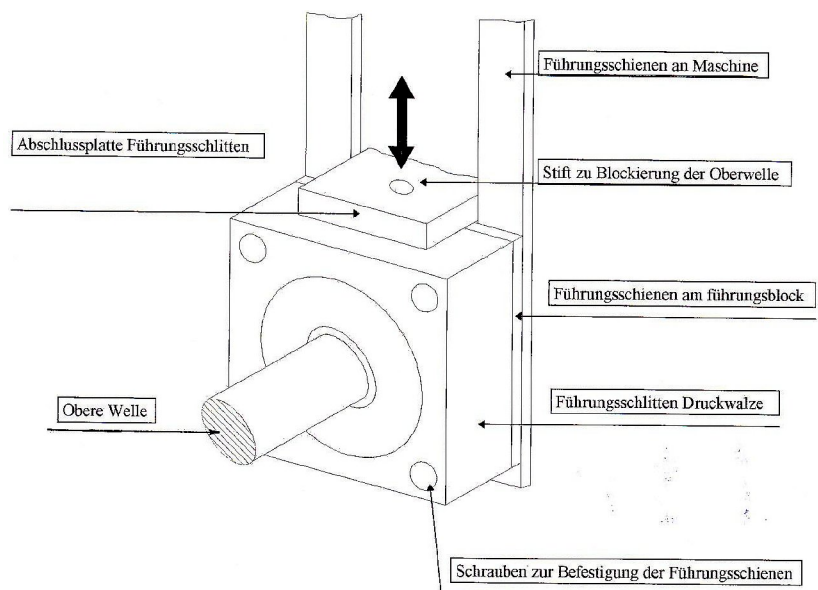

Abb. 14: Montage der Rollen
Schritt 1: Den Stift mit einem Schraubenzieher eindrücken (Pfeil, Abb. 14) und in der Welle einrasten.